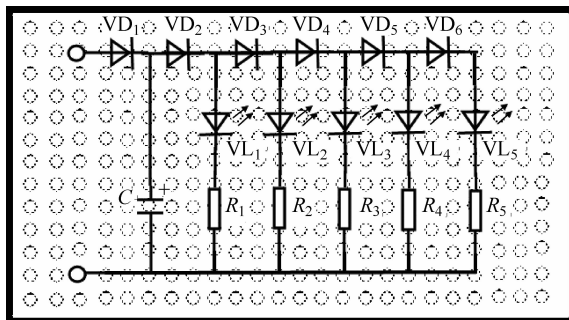
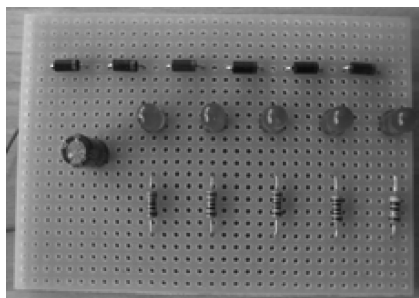

图 3-1 电平指示电路安装图
图 3-2 电平指示电路实物图
根据图 3-1 所示的电平指示电路安装图,在多功能板上焊接如图 3-2 所示的电平指示电路。
- (1) 按工艺要求对元器件的引脚进行成型加工。
- (2) 根据图 3-2 所示电平指示电路实物图,在单孔印制电路板上完成元件排列、插装。
- (3) 按焊接工艺要求焊接元器件,直到所有元器件连接并焊完为止(焊前检查工具是否缺损,并为烙铁上锡处理)。
- (4) 焊接电路连接线。
- (5) 焊接完成后,根据电路安装图,检查电路焊接是否有误。